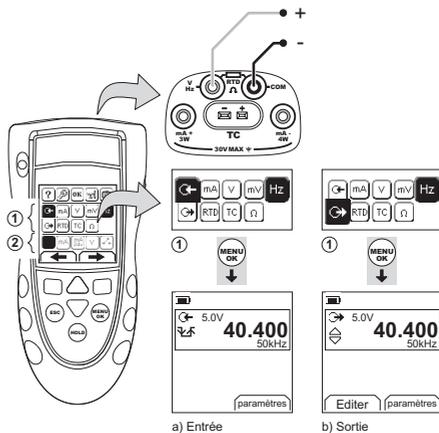

Figure 6 : Exemple de configuration - mesure/alimentation en Hz ou en impulsions
1. Raccordez l'instrument (Figure 6) et, si nécessaire, réglez le menu Config. (Tableau 1).